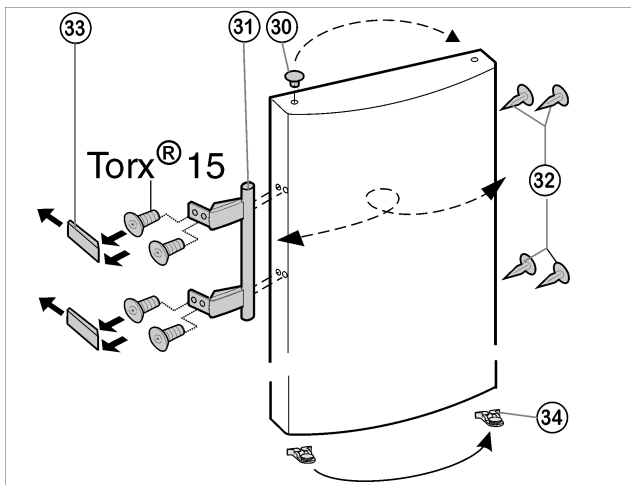

Fig. 11
- För skåp **utan stängningsdämpare**, tag bort fjäderklämmen *Fig. 11 (34)* från dörren och flytta den till den nya gångjärnssidan.
- Lyft ur pluggen *Fig. 11 (30)* från dörrlagerbussningen och flytta den.
- Demontera handtag *Fig. 11 (31)*, plugg *Fig. 11 (32)* och tryckplattor *Fig. 11 (33)* och flytta dem till motsatta sidan.